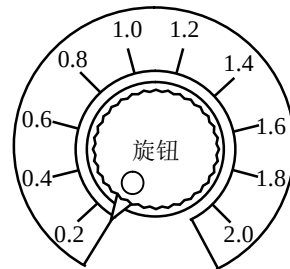

图 5.1 被校信号源（B源）频率调节旋钮和刻度结构
1. 保持 A 源的连接，示波器选择“X-Y”工作方式，模拟信号源（以下简称 B 源）信号源输出端与示波器的 CH1（X）通道相连，B 源信号输出选择正弦波，输出频率范围开关选“200”（Hz），旋转频率调节旋钮（如图 5-1）到 25Hz 附近，改变 B 源频率，观察荧光屏上图形的变化，使得屏幕上出现尽可能稳定的李萨如图形，对照数据表中各李萨如图形，与屏幕符合时，将此时的信号源频率记入相应的 f_x 表格中，已知“CH2”（Y）输入信号为标准源——市电频率 50.00Hz，计算“CH1”（X）通道信号的频率，并与信号源的输出频率比较。计算出 B 源 25-200Hz 几个测量点的频率修正值。（注意：如果每个修正点的误差全部为正或全部为负，且误差较大，应检查旋钮调节范围是否与刻度范围吻合，不吻合的要将旋钮拔下，如图 5.1 对准按上后再进行测量。）
1、为什么用市电频率而不是 A 源 50Hz 作为校准 B 源 200Hz 波段的标准频率？A 源、B 源频率测量值的有效数字位数如何确定？B 源频率调节旋钮位置如图 5.1，测量结果是几位有效数字？